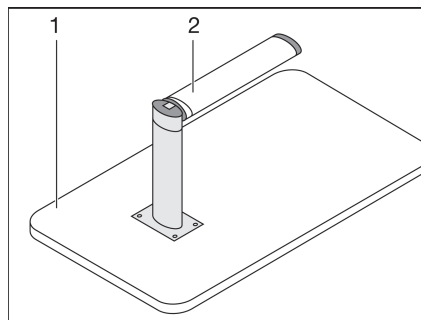

Fig. 53 Base de cama
- Levantar 45° aprox. el tablero de mesa (Fig. 53,1) por delante.
- Tirar hacia abajo de la parte inferior de la pata de apoyo articulada (Fig. 53,2) y abatirla 90°.